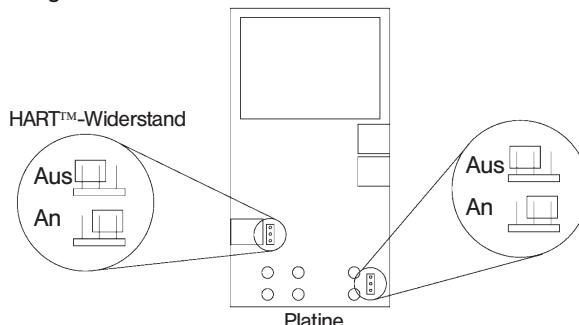

Abb. 10a.
4. Abbildung 10a. zeigt die Position der HART™-Drahtbrücken.
4. Abbildung 10a. zeigt die Lage der Hart™-Drahtbrücken.